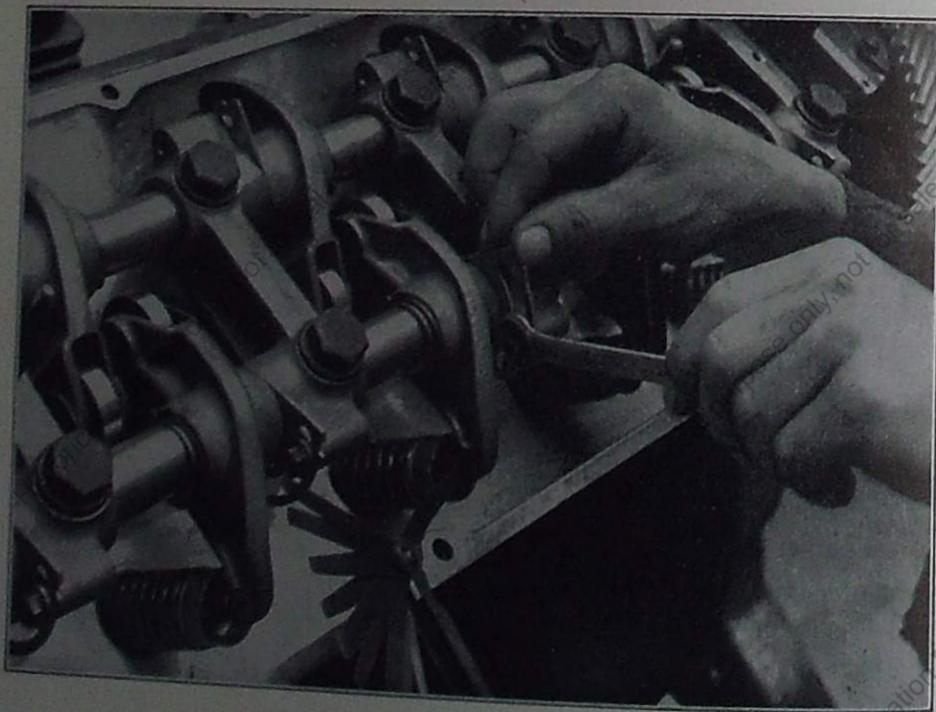

Abb. 17 Nachstellen des Ventilspiels
1. Nachstellen des Ventilspiels (Abb. 17).
Das Nachstellen des Ventilspiels kann nach Anheben der Ventilhaube erfolgen. Motor mit der Handkurbel oder dem elektrischen Anlasser durchdrehen, bis ein Ventil, z. B. das Auslaßventil, vollkommen angehoben ist. Das gegenüberliegende Einlaßventil des gleichen Zylinders ist nun in geschlossener Stellung und kann nach Lösen der Exzenter-schraube (Abb. 17) durch Verdrehen des Exzenters nachgestellt werden. Ventile mit 0,25 mm Spiel einstellen. Das Nachstellen kann bei kaltem oder warmem Motor erfolgen.